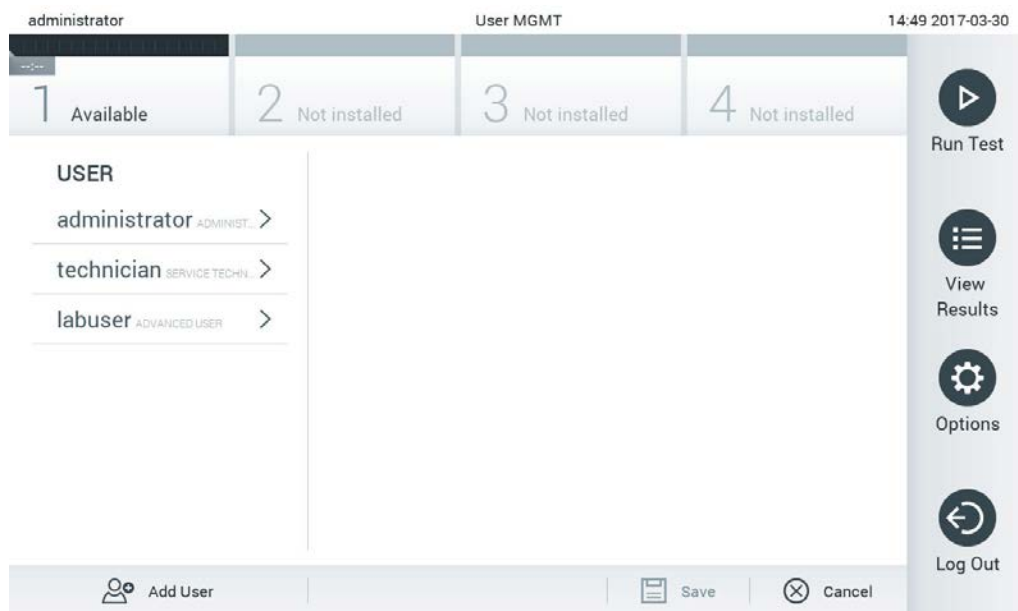

Рис. 58. Экран «User Management» (Управление пользователями).
1. Нажмите на кнопку **Options** (Опции), а затем на кнопку **User Management** (Управление пользователями), чтобы настроить конфигурацию для пользователей. В области содержимого на дисплее отобразится экран **User Management** (Управление пользователями) (рис. 58).